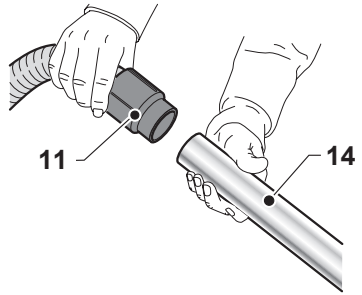

Fig. 7
- При наличии подсоедините к гибкому шлангу (11, рис. 7) жесткий удлинитель (14, рис. 7), а затем необходимую принадлежность (всасывающую насадку, насадку для пола и т. д. рис. 8).